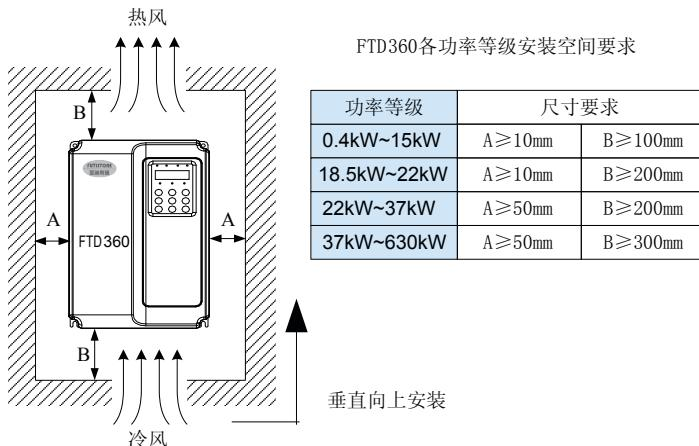

图 3-1 FTD360变频器各功率等级安装空间要求
- 1) 安装空间要求如图 3-1 所示，需保证变频器有足够的散热空间。预留空间时请考虑柜内其它器件的散热情况。